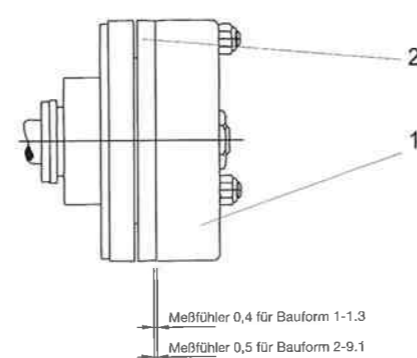

Bild 27: Einstellen der Bremse
7.2.2 Einstellen der Bremse (siehe Bild 27)
1. Meßfühler zwischen Magnetkörper (1) und Ankerplatte (2) schieben (max. ca. 10 mm einschieben).
2. Die 3 Stück selbstsichernden Einstellmutter soweit nach rechts drehen, bis der Luftspalt zwischen Magnetkörper (1) und Ankerplatte (2) der im Bild 27 angegebenen Meßfühlerdicke beträgt.